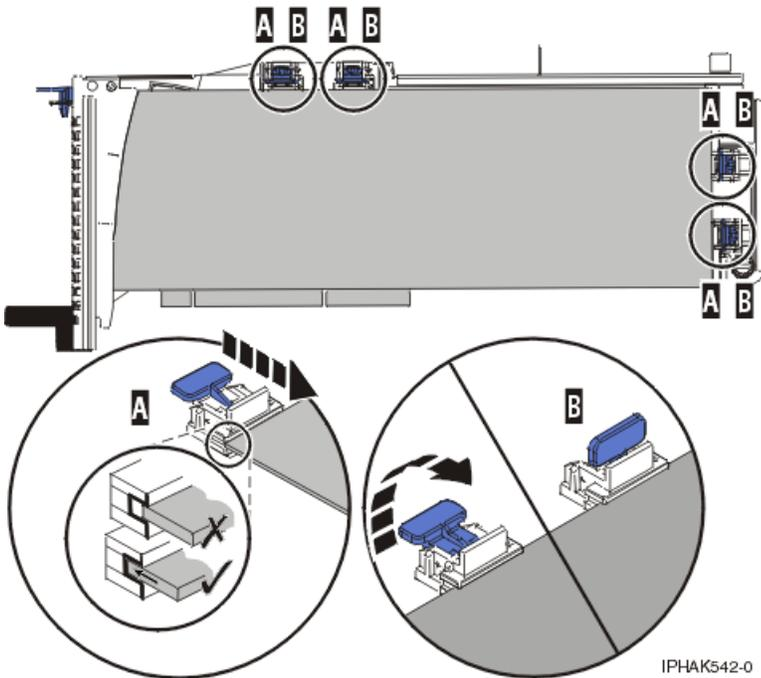

Figura 54. Adaptador largo en la casete de adaptador PCI con los soportes y el estabilizador en su sitio
- 3) Coloque las piezas de retención **(B)** y ciérrelas. Consulte la sección Figura 54.